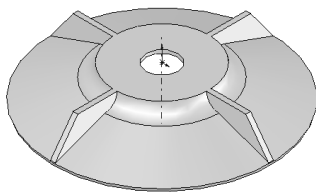

图 6-110 导流盖
本例创建的导流盖如图 6-110 所示。
6) 创建其余筋特征。重复步骤4)和步骤5)的操作,创建其余3个筋特征。同时也可利用“圆周阵列”命令阵列筋特征,最终结果如图6-110所示。